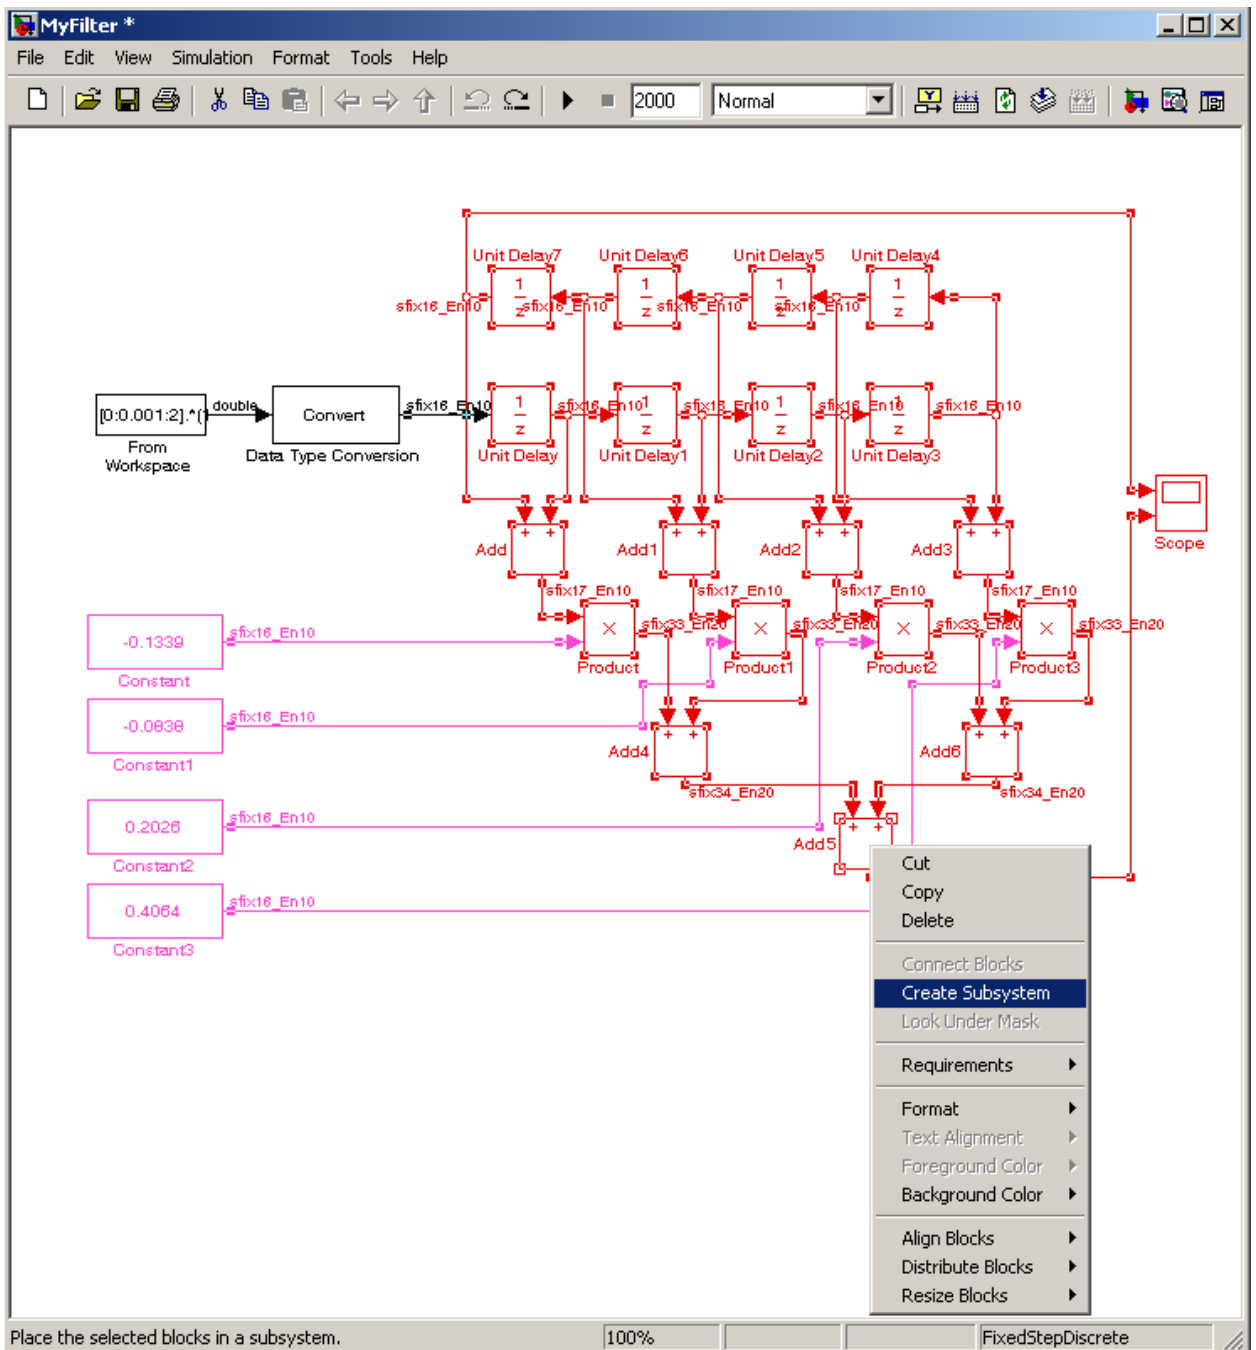

Рис. 10. Для объединения блоков в подсистему выберите из контекстного меню, появляющегося при нажатии на правую кнопку «мыши», позицию Create Subsystem
2. Не снимая выделения, нажмите на правую кнопку «мыши» и из выпадающего меню выберите позицию Create Subsystem (рис. 10).